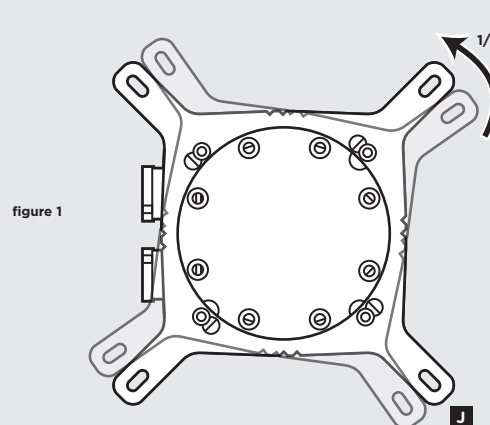

figure 1
- Entfernen Sie die integrierte Intel-Montagehalterung, indem Sie sie drehen und von der Kupfer-Coldplate fortziehen (Abbildung 1).
- Verwijder de geïntegreerde Intel-montagebeugel door de montagebeugel te draaien en af het koperen koelblok te trekken (afbeelding 1).
- Zdemontuj przymocowany uchwyty montażowy Intel, obracając go i odrywając od miedzianej płyty chłodzącej (rysunek 1).
- Отсоедините встроенный монтажный кронштейн Intel, повернув его и сняв с медной платы охлаждения (рис. 1).
- 转动安装支架以将集成的 Intel 安装支架拆下, 然后从铜质散热板抽离 (图 1)。